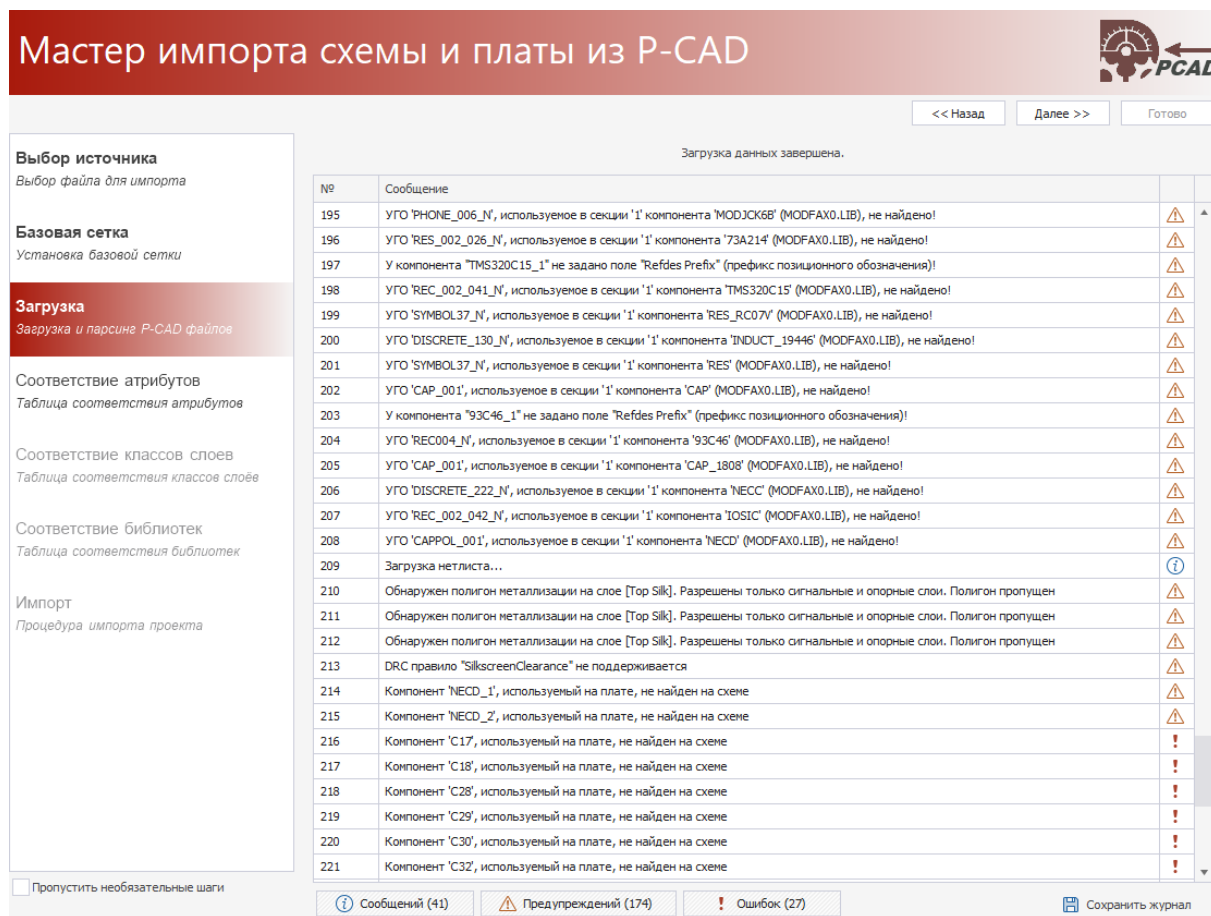

Рис. 23 Загрузка и парсинг
6. Дождитесь завершения процесса загрузки данных, Рис. 23.